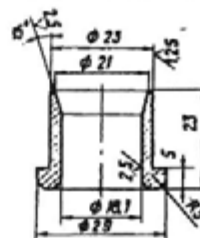

Рис. 211. Оправка для установки сальника вала сошки
4. Установите оправку 9487-1794 (рис. 211) в отверстие картера со стороны сальника вала сошки. Использование оправки предотвратит повреждение кромки сальника шлицами вала. Затем установите вал сошки с крышкой в сборе в картер, при этом оправка вытолкнется из картера шлицевым концом вала.